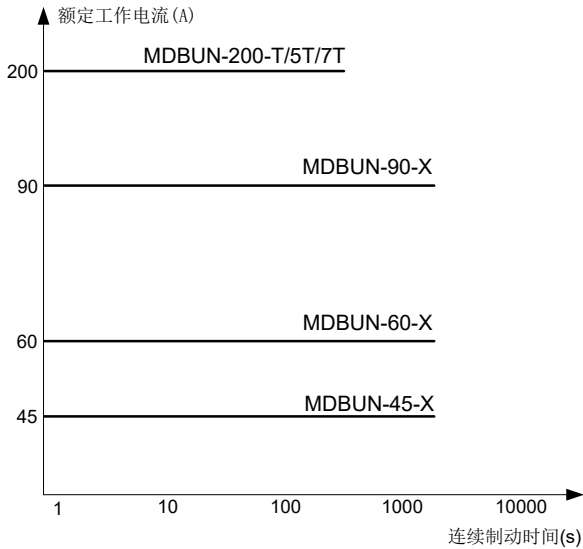

图 1-4 MDBUN 系列制动单元负载曲线图
(1) 在图 1-4 中, X 代表 2T、T、5T 三种电压等级的制动单元。
(2) 图 1-4 中的曲线表示制动单元在额定电流下的最长连续制动时间, 其中 MDBUN-200-T/5T/7T 的最长连续制动时间是 4min, 而且制动频度不超过 50%, 即间隔时间不小于 4min; MDBUN-45-X、MDBUN-60-X 和 MDBUN-90-X 的最长连续制动时间是 30min, 而且制动频度不超过 50%, 即间隔时间不小于 30min。